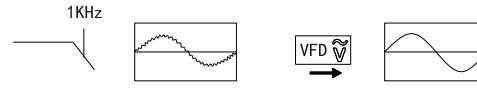

图6
- 4) 在交流电压档，按SELECT键选择VFD低通滤波功能，可测量由逆变器和变频电机产生的复合正弦信号，如下（图 6）所示。